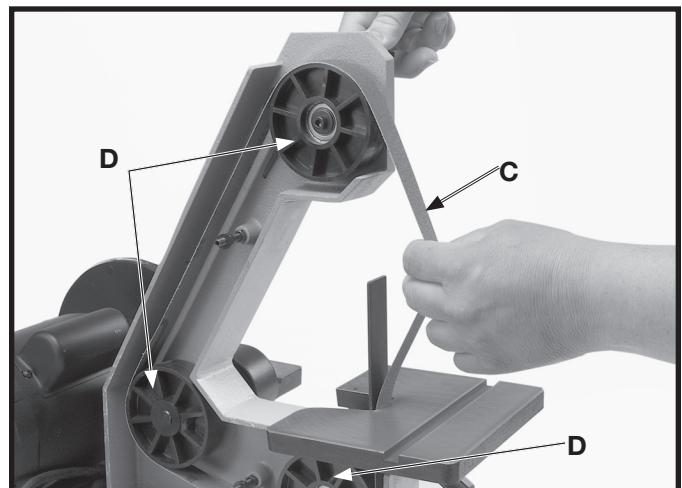

Fig. 32
- Enfoncer le bouton d'alignement pour relâcher la tension de la courroie et retirer la courroie (C) fig. 32, des trois poulies (D) comme indiqué.